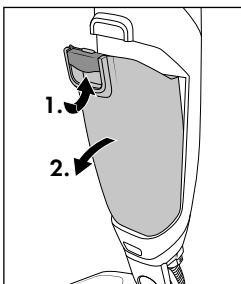

Fig. 13
- ◆ Solte a alavanca de desbloqueio 9 e puxe simultaneamente o depósito de resíduos 10 para a frente (ver fig. 13).